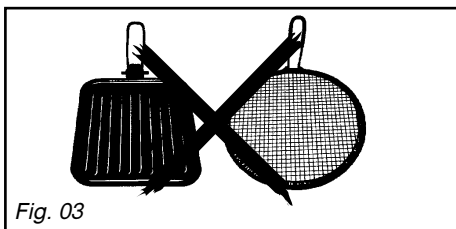

Fig. 03
– Não utilize recipientes que cubram parcialmente os botões (Fig. 03).